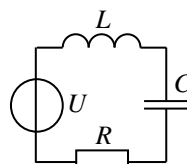

Рис. 1
2.2. Для последовательного колебательного контура (рис. 1) рассчитайте: